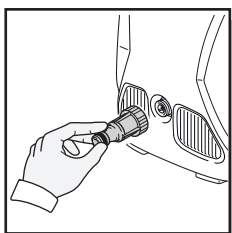
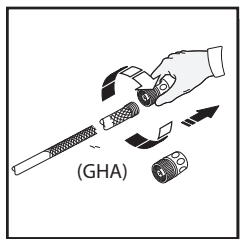
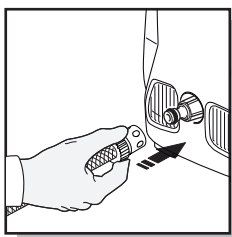

Fig. 12
Fig. 13
Fig. 14
- En premier lieu, enlevez le couvercle en plastique de l'entrée d'eau située derrière le nettoyeur. Attachez l'adaptateur transparent en le vissant sur l'entrée d'eau (Figure 12). Il est suffisant de le serrer à la main. Après, vissez la rondelle d'attache noire et bleue sur votre tuyau (Figure 13). Glissez la rondelle d'attache noire et bleue sur l'adaptateur transparent, et enclenchez-la en place. L'eau est maintenant raccordée à votre nettoyeur. Pour enlever le tuyau, tirez simplement la rondelle bleue et le tuyau glissera de l'adaptateur transparent. (Figure 14)